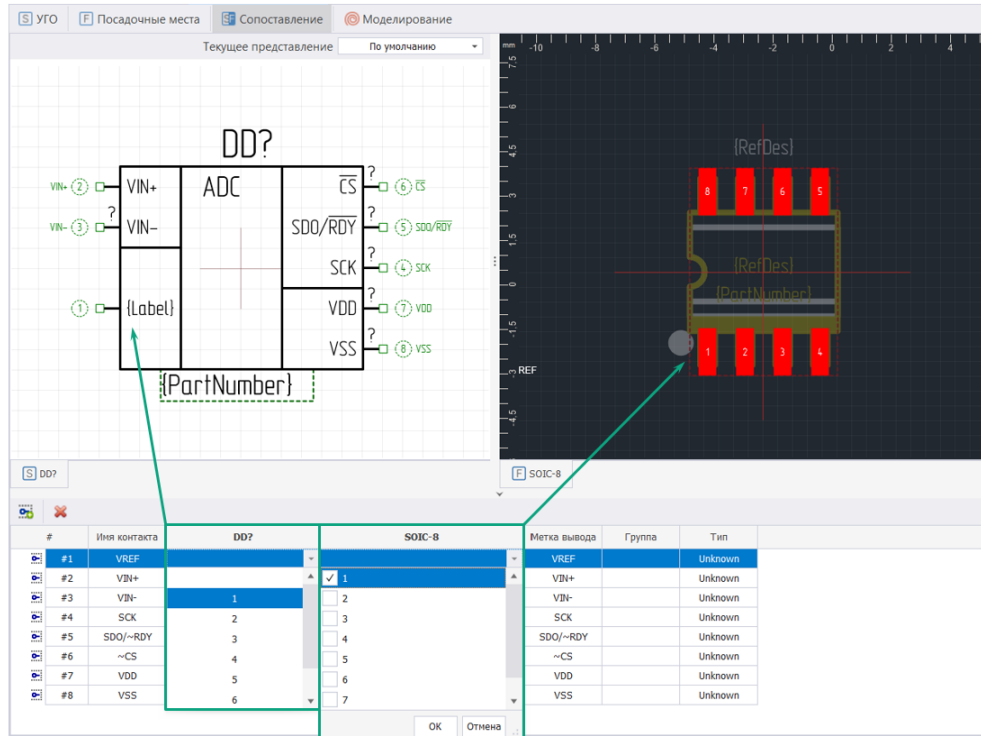

Рис. 269 Выпадающее меню с выводами и КП в таблице контактов для сопоставления
2. В столбце вывода УГО и контактной площадки посадочного места открыть выпадающие меню, выбрать номер вывода УГО и номер контактной площадки, см. Рис. 269.